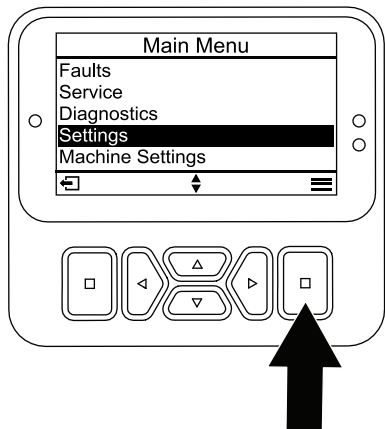

Figura 33
1. En MENÚ PRINCIPAL, vaya al menú AJUSTES y pulse el botón Seleccionar (Figura 33).